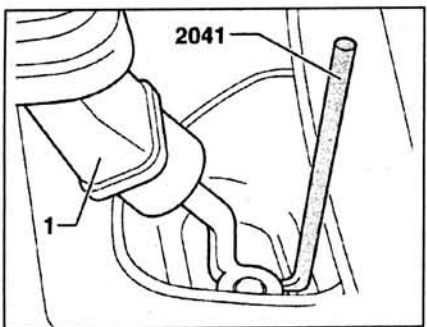

Рис. 4.14. С помощью съемника 2041 отсоедините рычаг 1 от рычага переключения передач на коробке передач или дополнительного рычага.
2. С помощью съемника 2041 отсоедините рычаг 1 от рычага переключения передач на коробке передач или дополнительного рычага (рис. 4.14).
6. С помощью съемника 2041 отсоедините рычаг 1 от рычага переключения передач на коробке передач или дополнительного рычага (рис. 4.14).